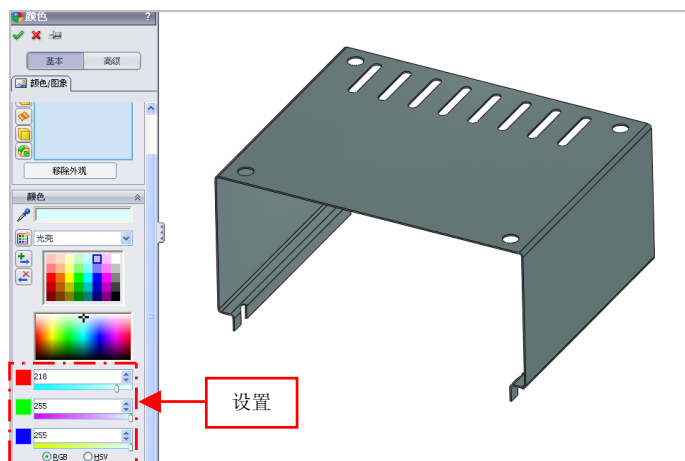

图 13-44 设置颜色参数值
(1) 在前导视图工具栏中, 单击【编辑外观】按钮, 弹出【颜色】属性管理器, 在颜色色块右侧的数值框中依次输入 218、255、255, 如图 13-44 所示。